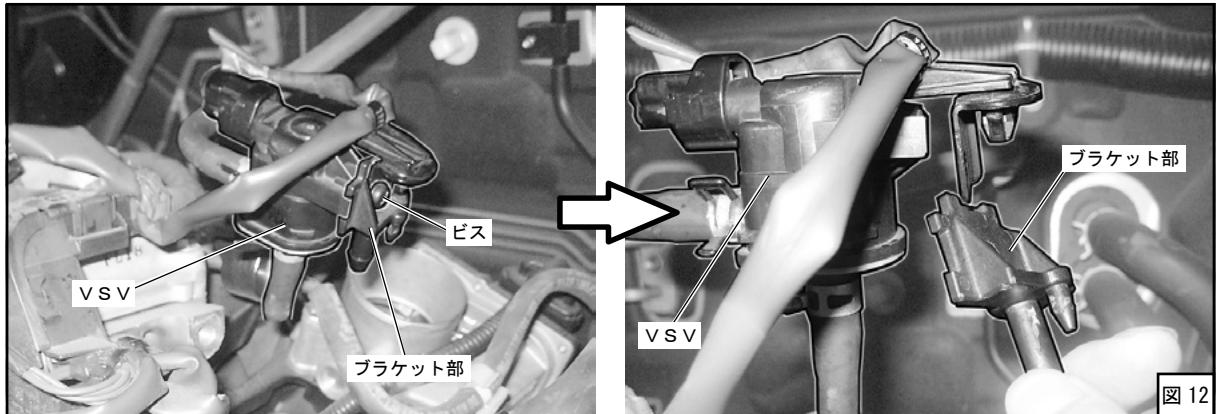

図 12
(5) VS Vのビスをゆるめブラケット部を取り除いてください。 (図 12)